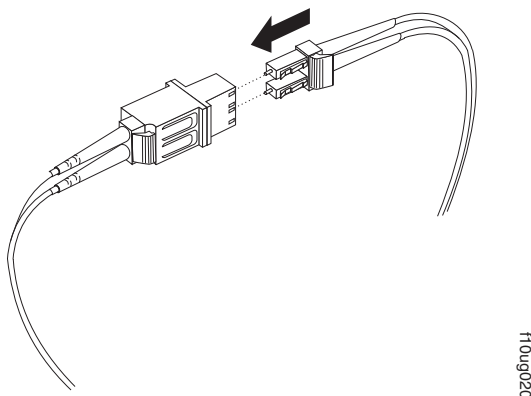

Figura 32. Conectando um Cabo LC-LC no Adaptador de Cabo LC-SC
4. Insira com cuidado a outra extremidade do cabo LC-LC na extremidade do conector LC do adaptador de cabo LC-LC, conforme mostrado na Figura 32. Empurre o conector até que ele se encaixe no lugar.